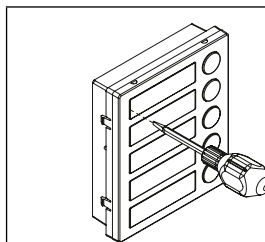

Fig. 4
- Inserire il cacciavite (lato piatto della lama) nell'apposita fessura del porta cartellino come mostrato in **Fig. 4**;